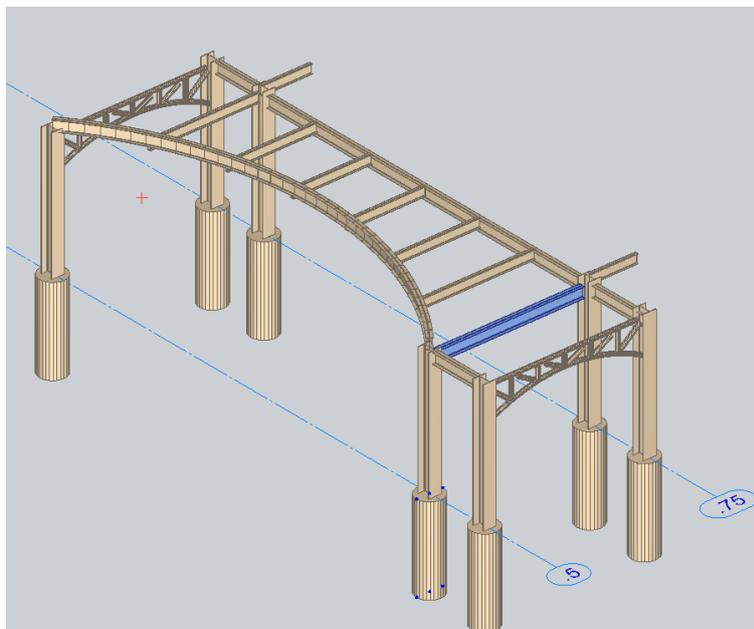

Рис.15.15. Покрытие навеса
- Удалите выделенные объекты щелчком по кнопке  - **Удалить** в раскрывающемся списке **Удалить** (панель **Корректировка** на вкладке **Редактирование**) (рис.15.15).